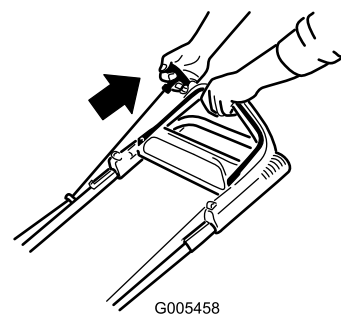
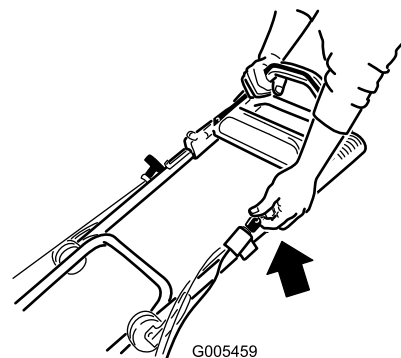

Figura 14
Figura 15
3. Tire del arrancador de retroceso (Figura 14) o gire la llave de contacto según se muestra en (Figura 15) (modelo 20638 solamente).